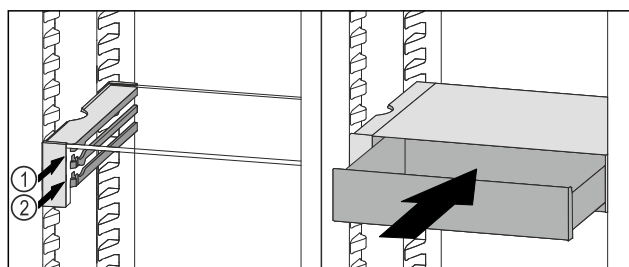

Fig. 99
- ▶ Zásuvku VarioSafe nasadte za zarážkami na požadovanom rebre Fig. 99 (1) alebo Fig. 99 (2).